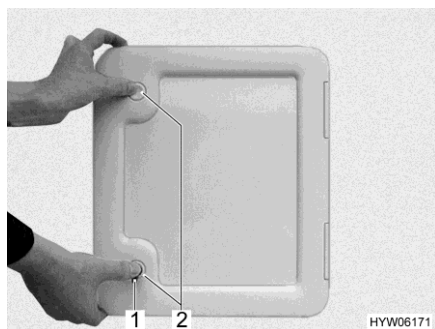
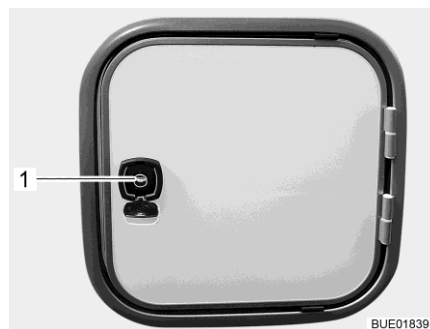

Fig. 264 Portillon pour le réservoir pour matières fécales
Fig. 265 Portillon pour le réservoir pour matières fécales (alternative)
- Ouvrir le portillon pour le réservoir pour matières fécales à l'extérieur du véhicule. Insérer pour cela la clé dans le barillet de la serrure (Fig. 264,1 ou Fig. 265,1) et la tourner d'un quart de tour.
- Si existant : Appuyer du pouce et simultanément sur les deux verrous de pression (Fig. 264,2) et ouvrir le portillon.